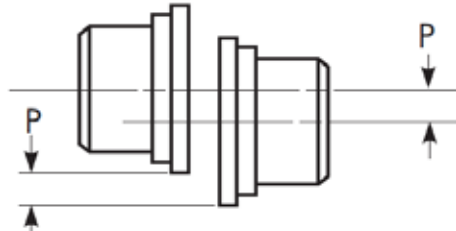

Figura 6 - disallineamento parallelo
8.3. Il valore del "disallineamento parallelo" (P) è la distanza tra i centri dei mozzi, come illustrato nella Figura 6.